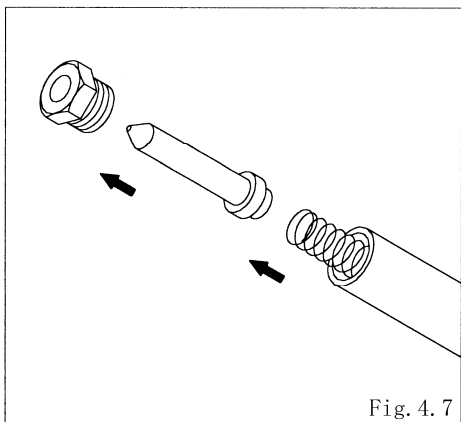

Fig. 4.7
- ・ナットを外し、センターロッドからバルブを取り外す。 [Fig.4.7]